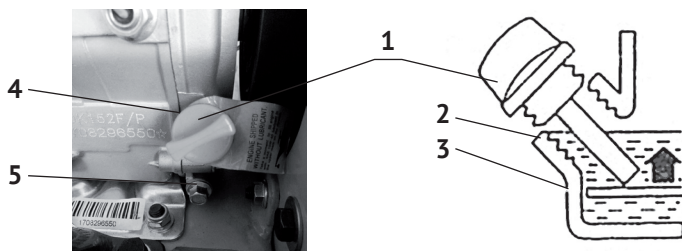

рис.3
Выкрутите Выкрутите пробку-щуп (рис.3 поз.1) из маслозаливной горловины (рис.3 поз.4) и залейте в картер масло необходимой марки до нижнего края горловины, как показано на рис.3. Вставьте сухой чистый щуп в горловину картера и выньте его. Проверьте уровень масла: граница смоченной области щупа должна располагаться между отметками минимального (рис.3 поз.3) и максимального (рис.3 поз.2) уровней.
- на прогревом до рабочей температуры двигателе, открутите пробку-щуп маслозаливной горловины (рис.3 поз.1);
- открутив болт-пробку масляного отверстия (рис.3 поз.4), слейте из кар-